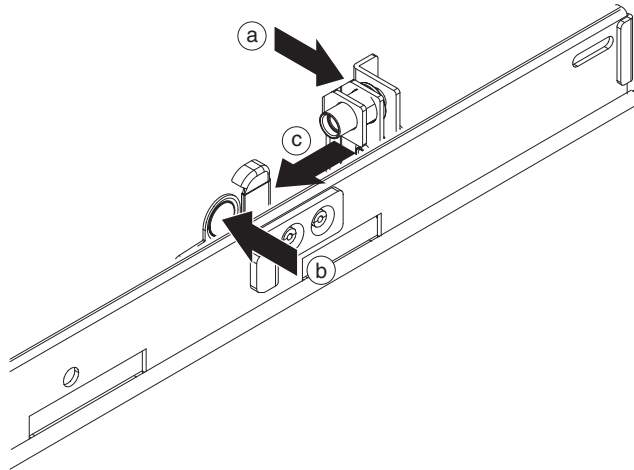

Abbildung 5. Schiene an der Rückseite mit dem Gehäuserahmen verbinden
2. Führen Sie die linke Rückseite der Schiene in den Gehäuserahmen ein. Sie können die Länge der Schiene anpassen, indem Sie den Halterungsmechanismus an der Rückseite vor und zurück schieben, um sie an den Gehäuserahmen anzupassen. Wenn Sie den Sperrmechanismus lösen, wird der ganze Halterungsmechanismus auf der Schiene verschoben, wie in Abb. 5 dargestellt.